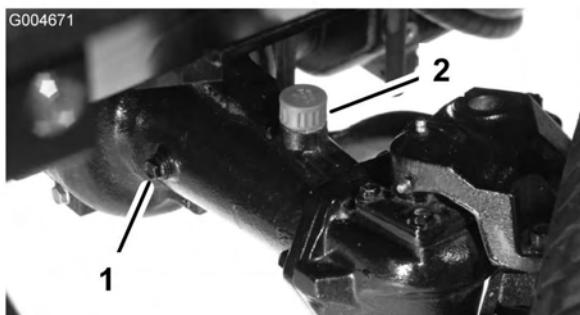

Figure 12
- Enlevez un bouchon de contrôle à une extrémité du pont arrière (Figure 12) et vérifiez que le lubrifiant atteint la base de l'orifice. Si le niveau est bas, enlevez le bouchon de remplissage (Figure 12) et ajoutez suffisamment de lubrifiant pour rectifier le niveau.